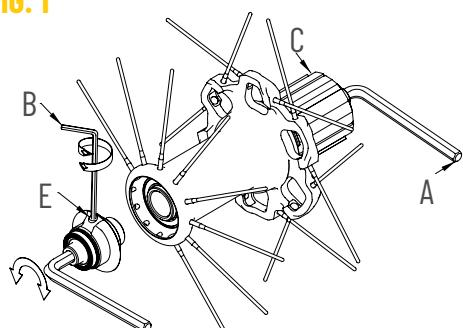
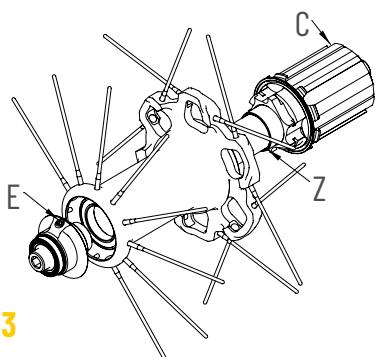

FIG. 2 A
FIG. 3
- Inserite due chiavi a brugola da 5mm (A) dentro agli scontri alle estremità dei mozzi (Fig.2) e ruotatele in **senso antiorario**.
- Sfilate il perno del mozzo posteriore con il corpo ruota libera (C). Se necessario, a questo punto potete:
- Sfilare dal perno il corpo ruota libera con il relativo distanziale (Z) e procedere alla pulizia dei cricchetti. **Attenzione: i cuscinetti del corpo ruota libera NON sono sostituibili.**
Terminata la manutenzione, infilate il corpo ruota libera con il relativo distanziale (Z) nel perno (Fig.3).
- Allentate il grano (E) con una chiave a brugola da 2mm (B)(Fig.2).
- Richiudete il grano (E).